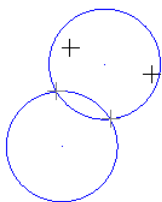
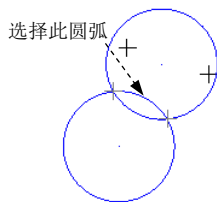

图 3.3.17 圆弧预览
图 3.3.18 定义保留对象
Step4. 创建图 3.3.15b 所示的圆弧 1。依次在绘图区选取图 3.3.15a 所示的点 1 和点 2，然后单击  按钮，在其后的文本框中输入值 20，并按 Enter 键确认，此时在绘图区出现图 3.3.17 所示的两个圆。选取图 3.3.18 所示的圆弧为保留对象，单击  按钮创建图 3.3.15b 所示的圆弧 1。